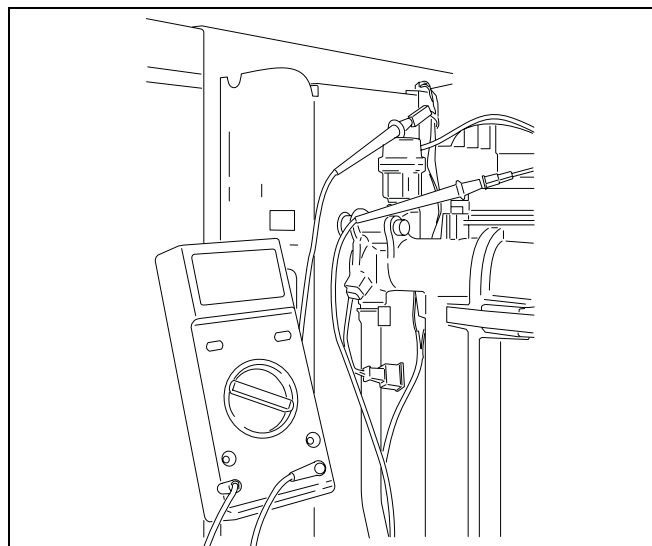

Fig. 36 Măsurarea curentului de ionizare
7.2.11 Măsurarea curentului de ionizare (Fig. 36)
- Se desface steckerul de la electrodul de ionizare și se racordează în serie instrumentul de măsură (Fig. 36).